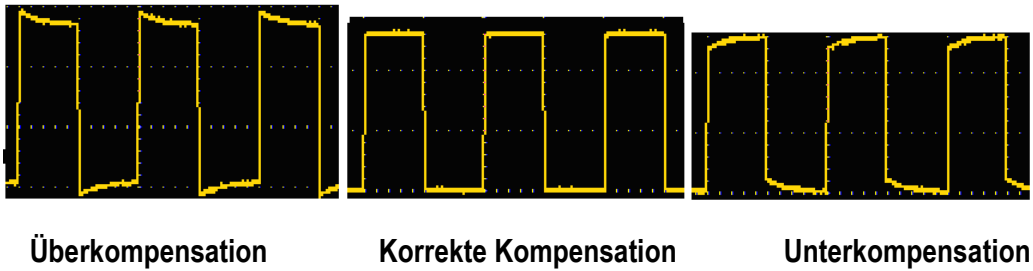
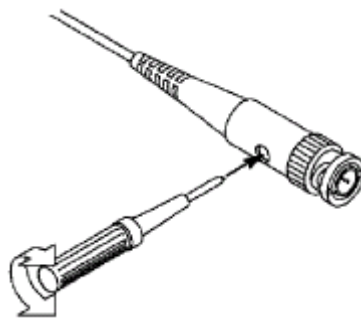

Abbildung 3-4: Anzeige der Wellenform der Prüfspitzenkompensation
Abbildung 3-5: Prüfspitzenabgleich
2. Überprüfen Sie die angezeigte Wellenform und stellen Sie die Prüfspitze ein, bis die Kompensation korrekt ist. Siehe *Abbildung 3-4* und *Abbildung 3-5*.